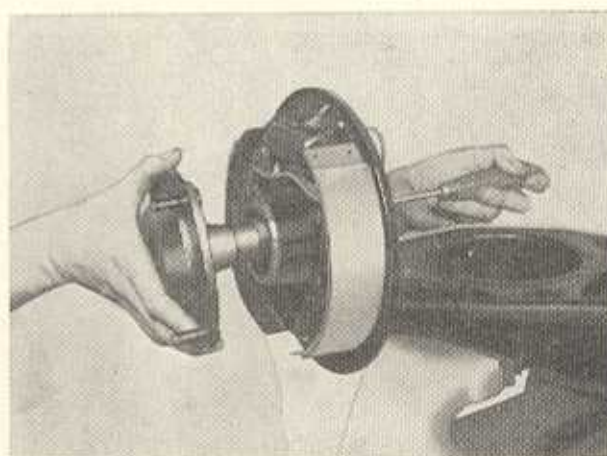

Bild F 75. Abstandshülse mit Schraubenzieher zentrieren und Mitnehmer einschieben
3. Mit Schraubenzieher oder Dorn Abstandshülse zentrieren und Mitnehmer einschieben. Mit Holzhammer einschlagen (Bild F 75).